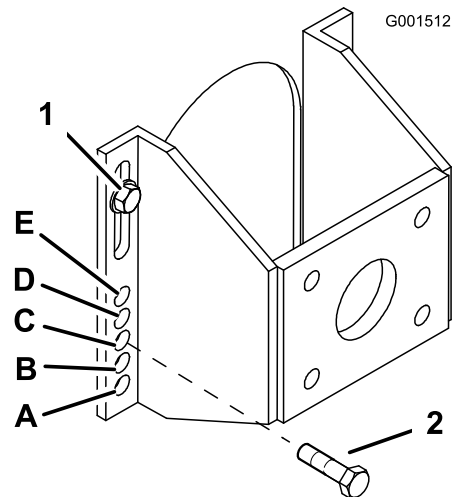

Figura 20
5. Afloje, sin retirarlos, los 2 pernos superiores del eje (Figura 20).
6. Retire los 2 pernos inferiores del eje (Figura 20).
7. Eleve o baje el soporte de montaje para poder instalar los 2 pernos de ajuste del eje en el taladro deseado (Figura 20). Utilice un punzón cónico para ayudar a alinear los taladros.